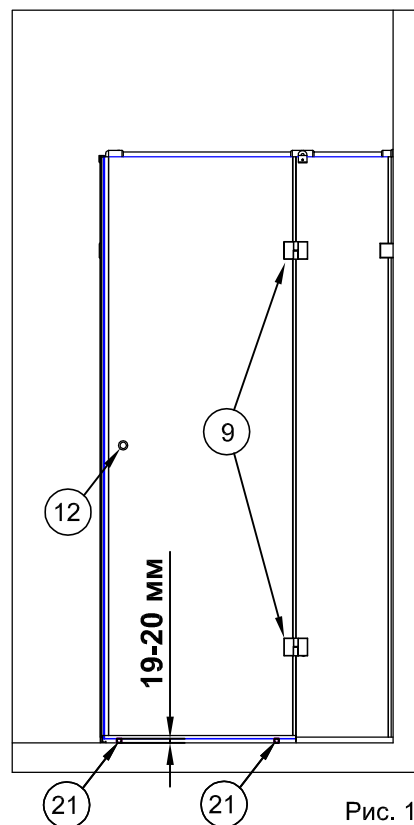

Рис. 14
4.2. На пол в местах установки дверей положить технологические дистанционные прокладки №21 толщиной 19-20 мм для обеспечения необходимого зазора между дверью и полом (рис.14). Установить дверь на прокладки №21. На ответные части петель №9 установить прокладки и вставить выступы петель в отверстия под петли на дверной панели. С внутренней стороны кабины установить прокладки и фиксирующие пластины. Собранные пакеты петель стянуть винтами.
4.3. Установить на двери ручку №12 (рис.14).